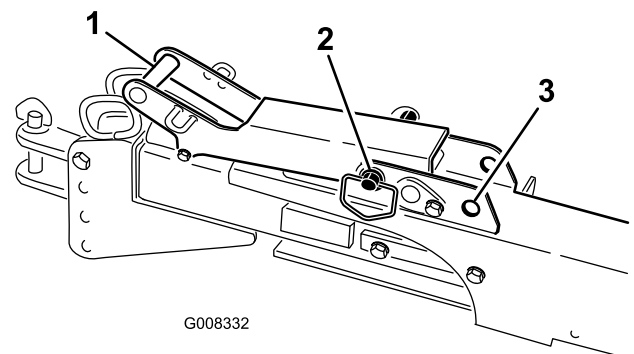

Figura 35
- Si utiliza el acoplamiento de remolque, vuelva a colocar el procesador de terrones detrás del vehículo, retraiga el acoplamiento de remolque y mueva el pasador de la maneta de enganche a la posición de bloqueo (Figura 35).